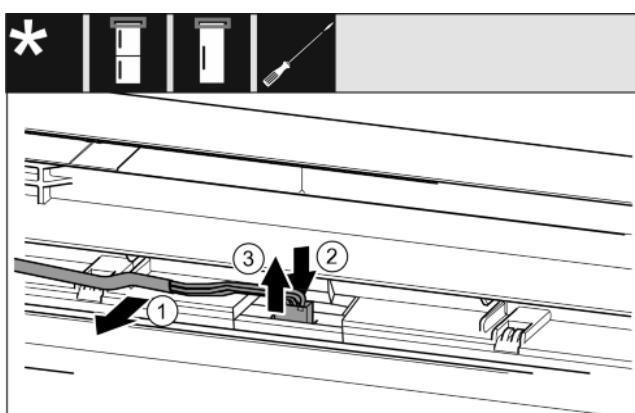

Fig. 16
- ▶ Oprezno odvojite sivi kabel iz vodilice u vratima. Fig. 16 (1)
- ▶ Pritisnite ježićac iza utikača prema natrag. Fig. 16 (2)
- ▶ Oprezno izvucite utikač prema gore. Fig. 16 (3)